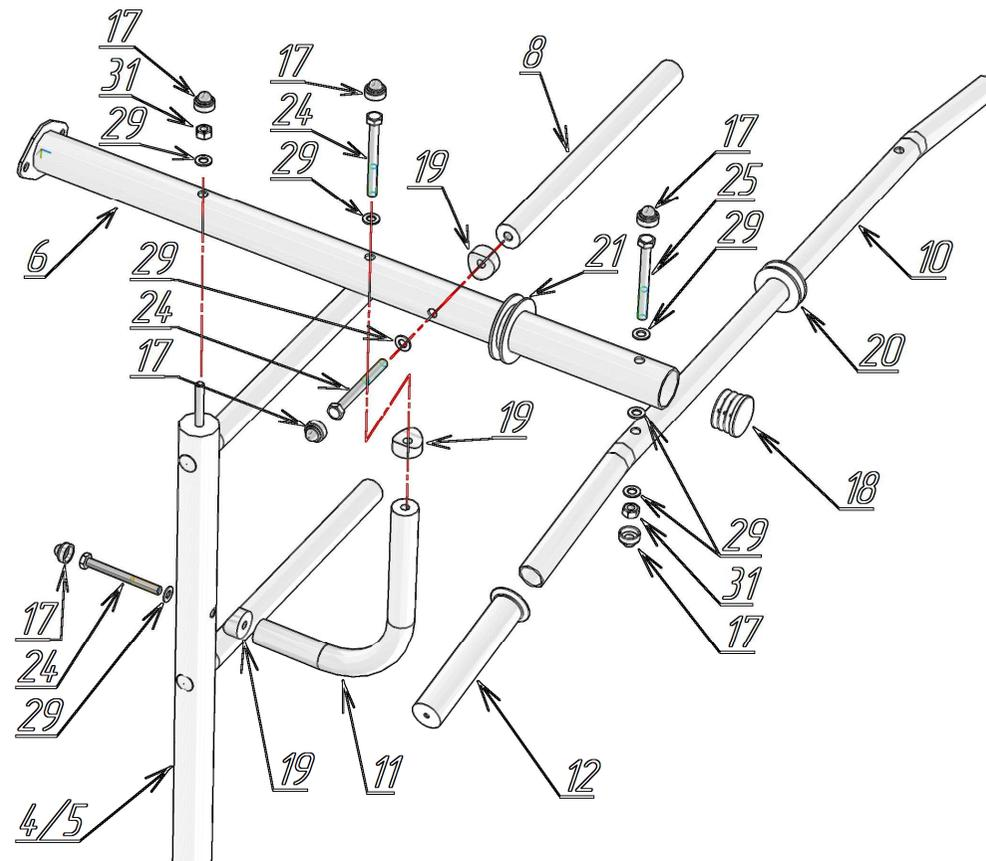
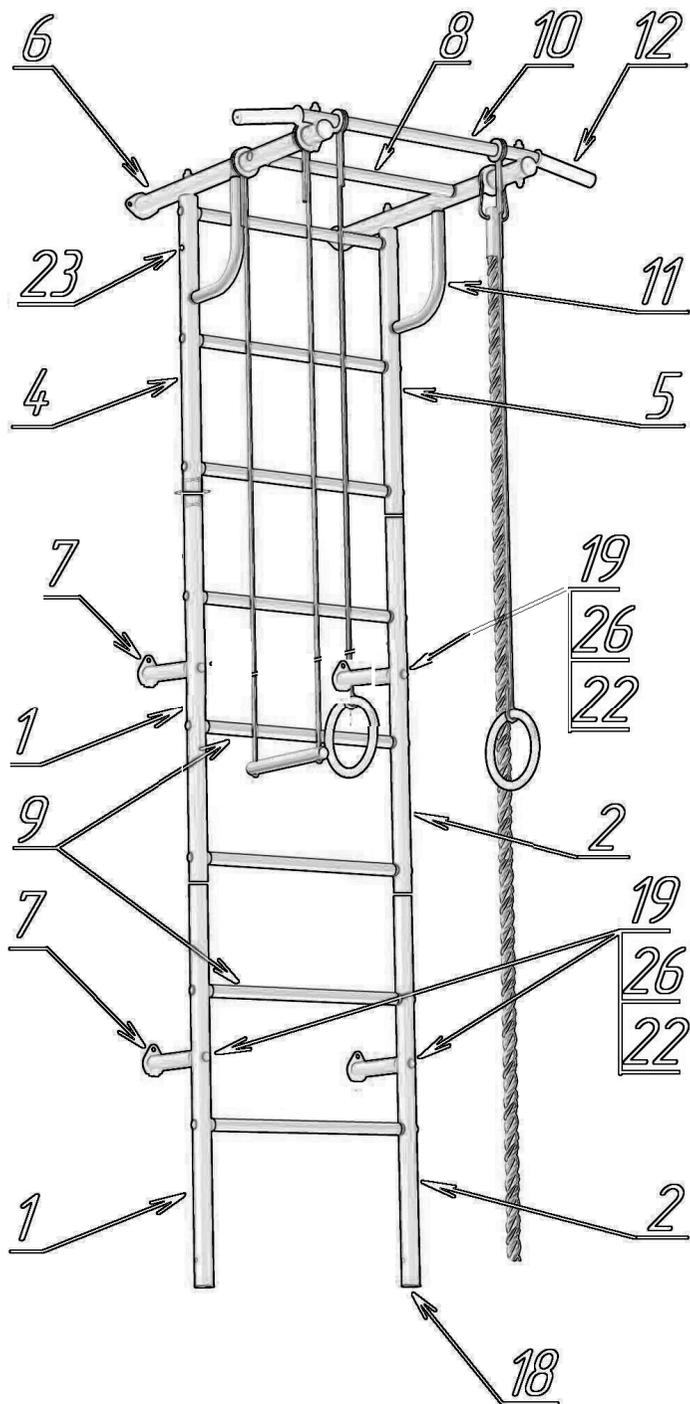
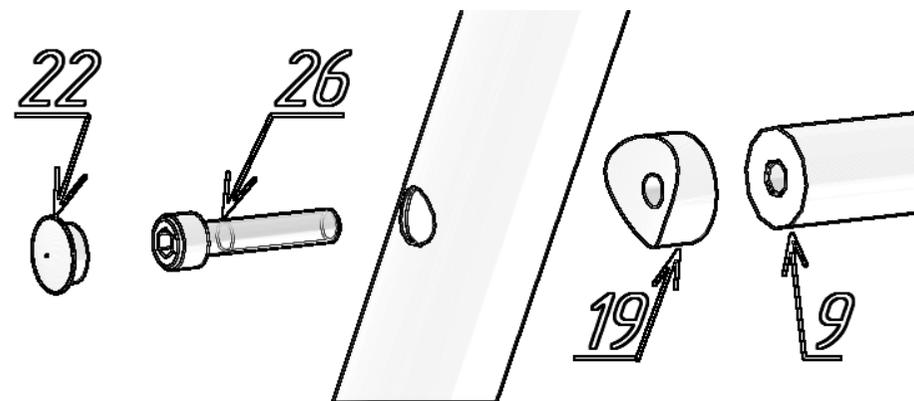
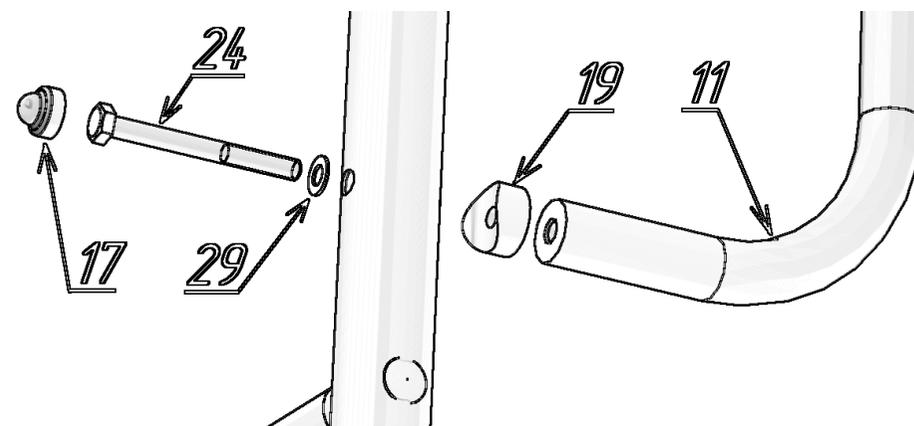

Рис. 6 – Сборка верхней рамы.
Рис.5 – Основные детали КОМПЛЕКСА
Рис.3 – Сборка вертикальных стоек и перекладин.
Рис.4 – Крепление усиления к верхним стойкам.
- 6.13. Установите заглушки ф 10 (23) в технологические отверстия на верхней опорной трубе (4) см. рис. 5
Внимание: Данный комплекс можно дооснастить секцией с сеткой, для этого в одной из верхних опорных труб (поз. 4) предусмотрено дополнительное отверстие. В зависимости от того, с какой стороны будет установлена данная труба, с той стороны устанавливается секция с сеткой. Устройство КОМПЛЕКСА см. на Рис.3, Рис.4, Рис. 5, Рис. 6.
6.4. Соедините трубы опорные с перекладинами (9) через вставки фигурные (19) при помощи винтов М8х25 (26) и затяните винты шестигранным ключом (28) см. рис. 3. Затяжку необходимо производить при условии, что шведская лестница лежит на ровной плоскости (например на полу).
6.6. Соедините трубы опорные верхние (4, 5) с Г-образными усилениями (11) при помощи болтов М8х60 (24) и вставок фигурных (19) см. рис. 4.
6.7. Соберите стойки верхние с фланцем (6) с перекладиной (8) при помощи болтов М8х60 (24) и вставок фигурных (19), предварительно установив ролики ф38 (21) для трапеции и канат с роликом (см. рис. 6).
6.8. Установите турник (10) с навесным оборудованием на стойки верхние с фланцем (8), используйте болты М8х70 (25), гайки (31) и шайбы (29). Наденьте ручку-чехол (12) на турник (см. рис. 6).
6.10. При помощи болтов М8х60 (24) соедините стойки верхние с фланцем (8) через вставки фигурные (19) с Г-образными усилениями (11) см. рис. 6. Затяните все болты и гайки.